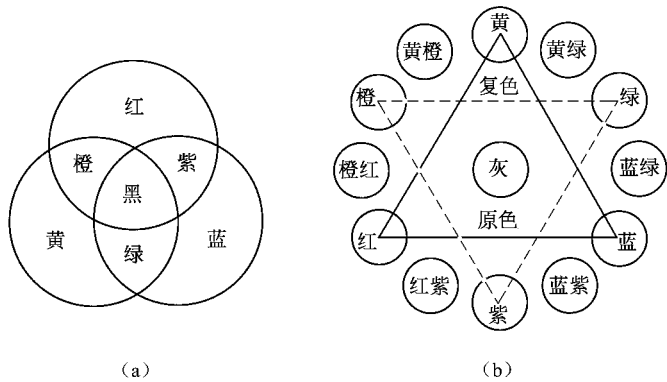

图 8 - 59 颜色调配示意图
(1) 颜色的调配 用红、黄、蓝、白、黑这五种基本颜色可以调配出各种颜色。其中 ,红、黄、蓝为三原色 ,两种原色混合就可得到复色。如图 8 - 59 所示颜料拼色法可以知道蓝黄相加成绿 ,黄红相加成橙 红蓝相加成紫 红、黄、蓝相加可成黑色。
如图 8 - 59b 所示可以知道更多的颜料配色关系 ,实线所指为三原色 ,虚线三角所指为相邻两种原色相加而配得的复色。其中黄色是最浅的 ,紫色是最深的。一定比例的黄色加紫色 ,或蓝色加橙色 ,或绿色加红色即形成灰色 ,红色、黄色、蓝色加在一起就形成黑色。